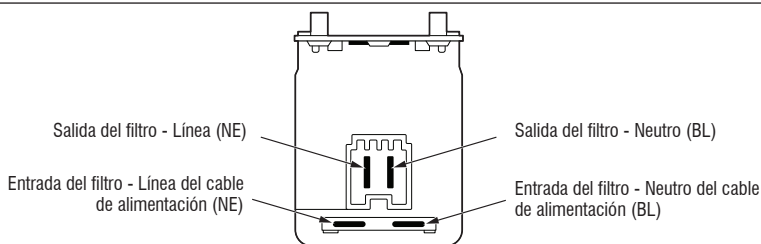

Figura 2: Filtro para interferencia (IF)
3. Verifique visualmente que todas las conexiones al filtro para interferencia (IF) estén conectadas de manera segura. Consulte la Figura 2, página 52.
7. Con un voltímetro configurado para **CA**, verifique el voltaje de línea en la entrada del filtro para interferencia. Consulte la Figura 2, página 52.
8. Con un voltímetro configurado para **CA**, verifique el voltaje de línea en la salida del filtro para interferencia. Consulte la Figura 2, página 52.